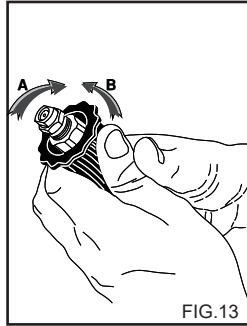

FIG.13
- 2) Запустите аппарат, откройте кран моющего раствора (если есть), включите всасывание моющего средства, находящуюся на насадке пистолета (рис. 13) и распылите раствор на загрязненную поверхность снизу вверх. Оставьте раствор на несколько минут.